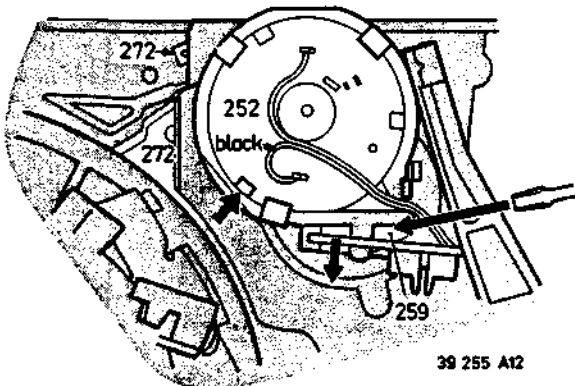
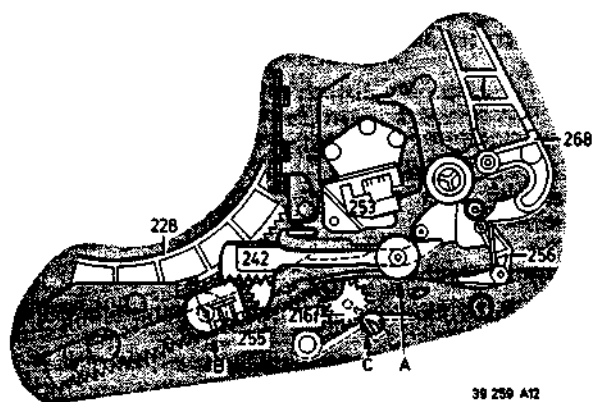
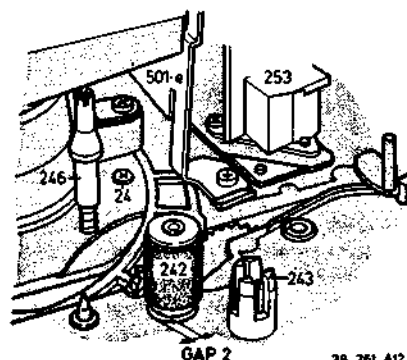

Fig. 3-1-11
Fig. 3-1-13
Fig. 3-1-16
Den Fädelmotor mit einer (kleinen) 9-Volt-Batterie verbinden (Pos. 252, Abb. 3-1-11). Zum Ausfädeln die Batterie (Plus-Pol) mit dem Anschluß (schwarzer Draht) verbinden. Das Laufwerk fädeln aus und geht in Eject-Stellung.
Wenn Fädelgetriebe blockiert: den kleinen Verbindungssprint vom Fädelmotor-Halter entfernen (Abb. 3-1-11). Nun kann man eine Kurbel sehen (Pos. 259), die man mit Hilfe eines Schraubenziehers entgegen dem Uhrzeigersinn drehen kann, um auszufädeln. Wenn der Fädelmechanismus sich trotzdem nicht drehen läßt, Kurbel (Pos. 259) im Uhrzeigersinn drehen, bis sich der Mechanismus frei bewegt und dabei den Steuerschieber (Pos. 272) bewegen. Die Prozedur wiederholen.
Anschlußdrähte des Motors (Abb. 3-1-11) ablöten (Reihenfolge beachten).
Motor in Halterung einsetzen, bis Klemmhaken einrasten; dabei ist zu beachten, daß sich die Zentrierstifte der Halterung in den Zentrierlöchern des Motors befinden. Gleichzeitig soll die Nut im Motordeckel sich in der richtigen Position befinden (siehe Pfeil - Abb. 3-1-11); Peese Pos. 271 montieren.
- Soweit einfädeln, bis Anpreßrolle in Pos. A steht (Abb. 3-1-13). Zum Einfädeln kann eine (kleine) 9V-Batterie verwendet werden, indem sie mit dem Fädelmotor (Pos. 252) verbunden wird (Tasten), dabei ist Stecker von P 678 abzuziehen. Es kann aber auch ohne Batterie durch Drehen der Kurbel (Pos. 259) mit Hilfe eines Schraubenziehers eingefädelt werden (Abb. 3-1-11).
- Durch Loch in Oberplatte Arretierungshebel C (Abb. 3-1-13) nach vorne schieben, bis Zahnrad (Pos. 216 f) nach unten gedrückt werden kann.
- Zahnrad mit Pinzette erst dann hochheben, wenn Anpreßrolle wieder in Pos. A ist (Abb. 3-1-13) (dabei Anpreßrolle leicht bewegen).
- Ausfädeln der Anpreßrolle bis Pos. B (Abb. 3-1-13). Anpreßrolle muß in Endlage B etwas Spiel haben. GAP-2 Abb. 3-1-16.
- Anpreßrolle befindet sich in Position B (Abb. 3-1-13) mit Spiel, und Schwenkrad läßt sich bewegen mit Spiel in den Endlagen, Einstellung 3.2.4. überprüfen.